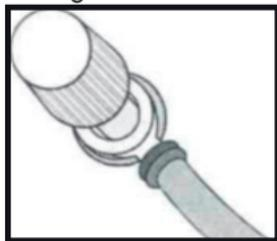

Abb. 1
- Schrauben Sie die rote Mutter **16** am Spannungswandler **1** ab. Führen Sie die rote Ringöse des Kabels mit 12-V-Kfz-Zigarettenanzünder-Stecker **12** mit der Öffnung über den Schraubanschluss **7** (siehe Abb.1). Achten Sie darauf, dass die Unterlegscheibe zwischen Ringöse und Mutter **16** liegt.
Schraubanschluss **8** (siehe Abb. 1). Achten Sie darauf, dass die Unterlegscheibe zwischen Ringöse und Mutter **17** liegt.
- Schrauben Sie die rote Mutter **16** am Spannungswandler **1** ab. Führen Sie die rote Ringöse des Kabels mit Anschlussklemme rot **10** über den 12-V-Schraubanschluss **7** (siehe Abb. 1). Achten Sie darauf, dass die Unterlegscheibe zwischen Ringöse und Mutter **16** liegt.
- Schrauben Sie die schwarze Mutter **17** am Spannungswandler **1** ab. Führen Sie die schwarze Ringöse des Kabels mit Anschlussklemme schwarz **11** über den Schraubanschluss **8** (siehe Abb. 1). Achten Sie darauf, dass die Unterlegscheibe zwischen